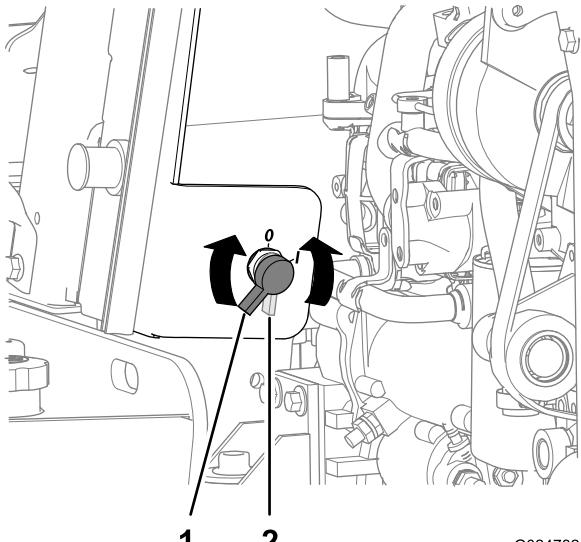

Рисунок 80
- Подсоедините положительный провод зарядного устройства к положительному штырю аккумуляторной батареи (Рисунок 80).
- Поверните переключатель отсоединения аккумуляторной батареи в положение «Выкл.» (Рисунок 80).
- Поверните выключатель аккумуляторной батареи по часовой стрелке в положение «Вкл.» (Рисунок 80).